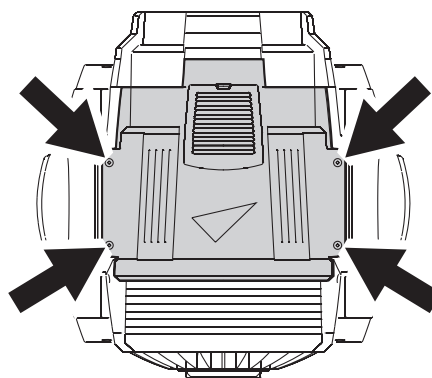

Figura 10: Viti di sostegno del coperchio superiore
2. Per liberare il coperchio superiore (vedere Figura 10) ruotare di 1/2 giro in senso antiorario le 4 viti di sostegno. I coperchi del MAC TW1 sono incastrati nelle rispettive aperture; esercitare una certa pressione per rimuoverli.